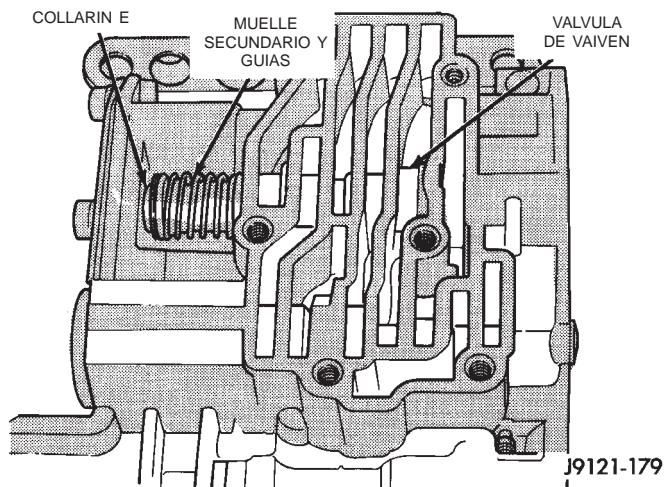

Fig. 54 Collarín E y muelle secundario de la válvula de vaivén
(19) Comprima el muelle e instale el collarín E en la acanaladura del vástago de la válvula de vaivén (Fig. 54).